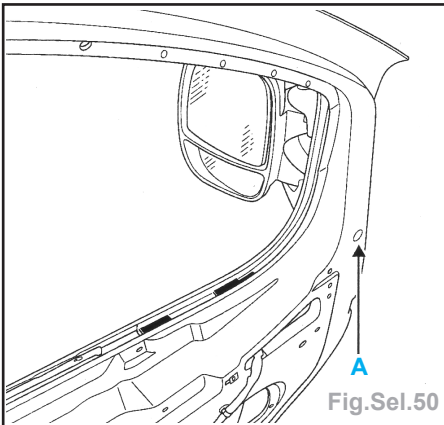

Fig.Sel.50
- l'obturateur, afin d'accéder à la vis de fixation (A) (Fig.Sel.50),